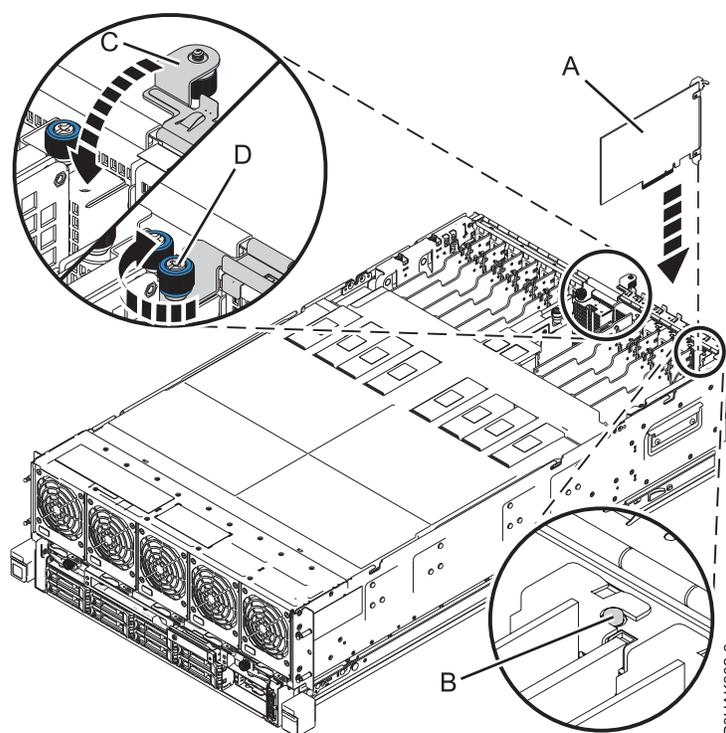

Figure 28. Installation ou remise en place d'une carte PCIe dans le système 8408-44E ou 8408-E8E
7. Saisissez avec précaution le bord supérieur ou la contre-poupée de la carte et alignez la carte avec l'emplacement et son connecteur sur le fond de panier du système (A), comme illustré dans la figure 28.
9. Assurez-vous que l'encoche de la contre-poupée entre en contact avec la broche sur le châssis du système. Voir (B) dans la figure 28.
10. Fermez le support de fixation d'E-S (C) en le faisant pivoter vers le bas, puis serrez la vis moletée captive (D) jusqu'à ce qu'elle soit fixée au châssis du système. Voir figure 28.